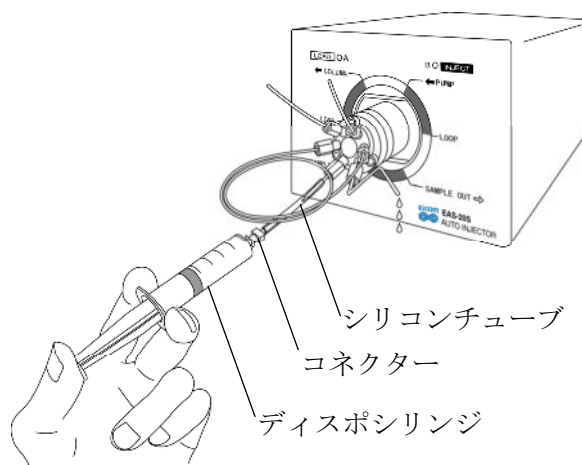

図 14 バルブの洗浄
①＜毎回実施＞
バルブを INJECT ポジションに切り替えた状態で、2 番ポート(SAMPLE IN)から(1)精製水 3 mL 以上 → (2)100%メタノール 3 mL 以上を流します。次回使用前には必ず精製水 3 mL 以上を通液して流路内のメタノールを完全に除去します(図 14)。